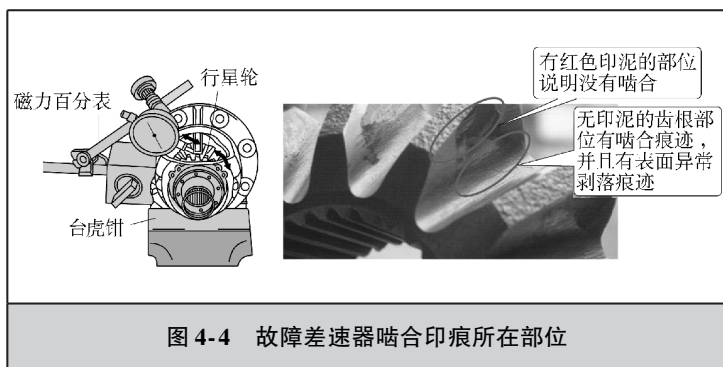

图 4-4 故障差速器啮合印痕所在部位
(4) 故障处理方法 根据最新的信息通报,可以更换手动变速器油,行使 500km 后再判断是否有减轻的迹象,若故障仍然存在,只能够通过更换球形衬套,再检查啮合印痕和齿隙。对于有异响的差速器拆下后要检查啮合印痕和齿隙。根据实际测量新装配的差速器行星轮的齿隙在 0.4mm 左右,而发生异响的差速器的实际测量数据为 0.6mm 左右(以上两个数据仅供参考),并且故障差速器啮合印痕所在部位为齿轮根部。啮合印痕靠近齿根部位,如图 4-4 所示。